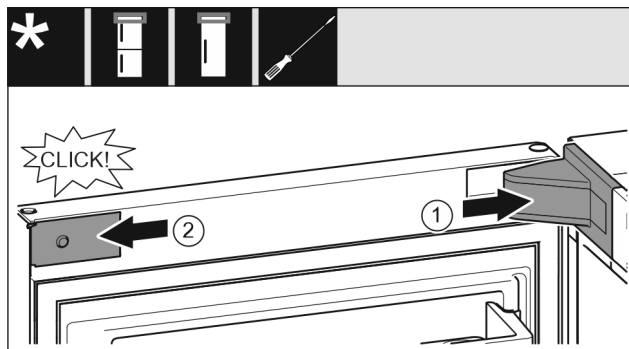

Fig. 20
- ▶ Așezați apărătoarea suporturilor de lagăr și fixați-o în poziție, după caz, desfaceți-o prin apăsare cu precauție. Fig. 20 (1)
- ▶ Aplicați și fixați în poziție masca. Fig. 20 (2)